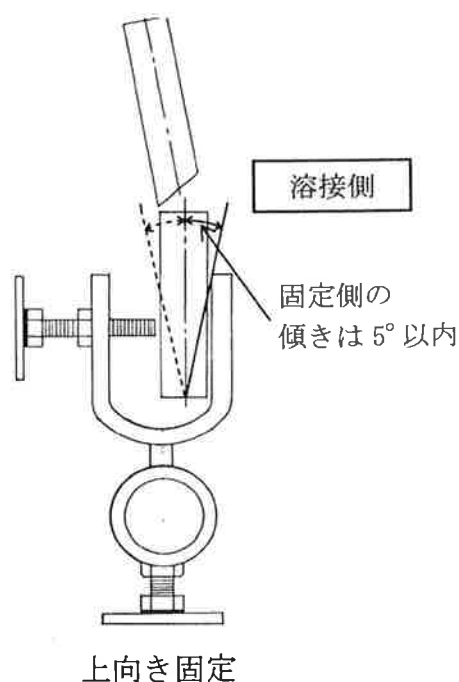

図2 競技材の固定要領 (注：図は厚板の例)
4. 競技材のジグへの取付けは、上向き（厚板にあつては開先加工のない側が下側）とし、ジグのねじ部が溶接側と反対になるように固定すること（**図2**参照）。なお、その際の固定側の倒れ角度は $\pm 5^\circ$ 以内とする。ジグに固定したら、手を挙げて競技委員の確認を受けること。
(別図 2)